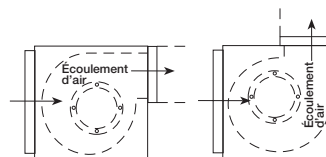

Figure 5 — Rotation de la soufflante
- Observer la gaine pour voir si la décharge de la soufflante doit être pivotée de l'horizontale à la vertical (Figure 5).